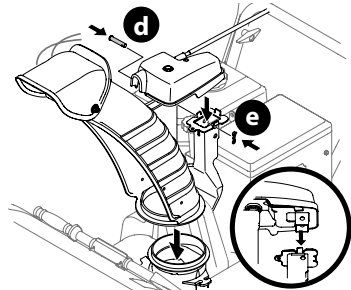

Figure 31
3. Placez la goulotte sur sa base et vérifiez que la tige de commande est placée sous le tableau de commande. Fixez la tête de commande au support de la goulotte avec l'axe de chape (d) et la goupille fendue (e) retirés à l'étape 1. Voir (Figure 31).